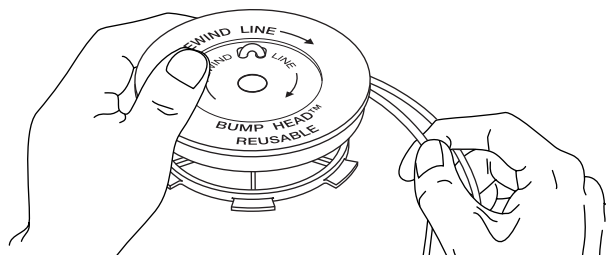

Fig. 17
7. Bobine las líneas en capas parejas y ajustadas sobre el carrete (Fig. 17). Bobine la línea en la dirección indicada en el carrete interior. Coloque su dedo índice entre las dos líneas para evitar que se superpongan. No superponga los extremos de la línea. Proceda al paso 11.